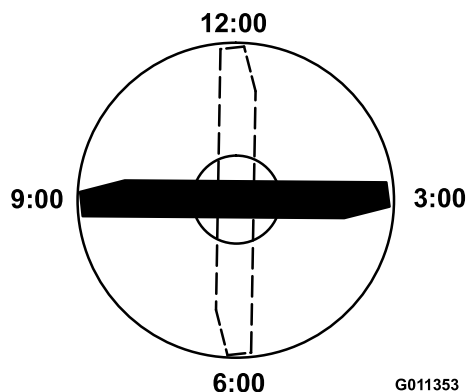

Bild 93
4. Positionieren Sie die Schnittkante der markierten Messerseite in die 12-Uhr-Stellung (geradeaus in Mährichtung) (Bild 93) und messen die Höhe vom Tisch bis zur Schnittkante.
5. Drehen Sie die markierte Seite des Messers auf die 3- und die 9-Uhr-Stellung (Bild 93) und messen die Höhe.